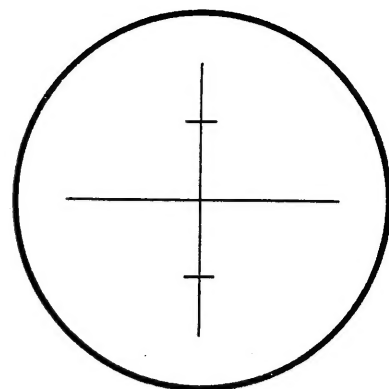

図3.6
1) ピープサイト②を使って、対物レンズ⑧を、目標物に向けます。
2) 接眼レンズ⑬を徐々に引き出しながら、焦点板十字線がぼける寸前で止めます。(図3.6)